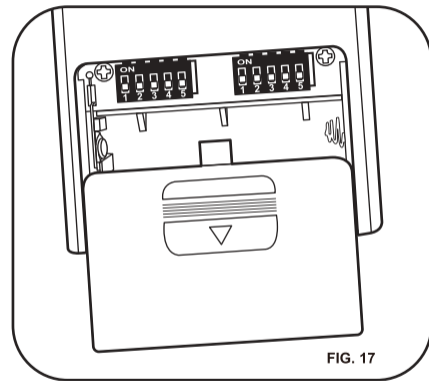

FIG. 17
1. Seleccione la frecuencia deseada en la parte posterior del transmisor. (Fig. 17)